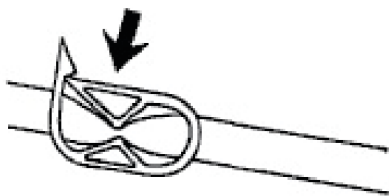

Figure 1-9 : Ouverture de la pince
1. Ouvrir la pince en pressant sur sa partie dentelée (Figure 1-9 à la page 12).